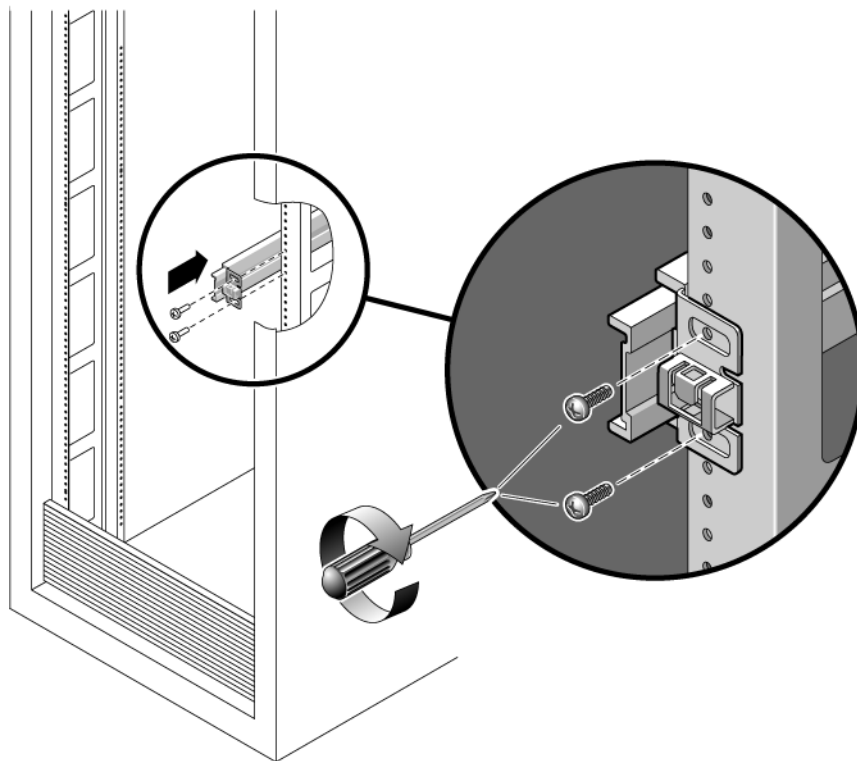

図 2-5 スライドレールの取り付け
- a. 2本のねじを使用して、スライドレールの正面側を前面右側のラックポストに緩く取り付けます (図 2-5)。